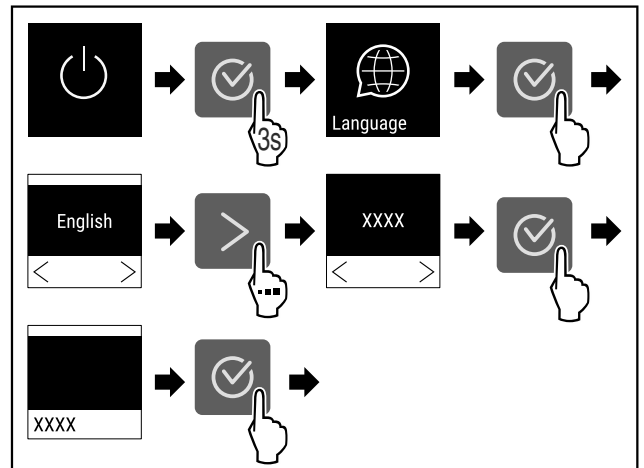

Fig. 55
- ▶ Выполните шаги действия (см. Fig. 55).